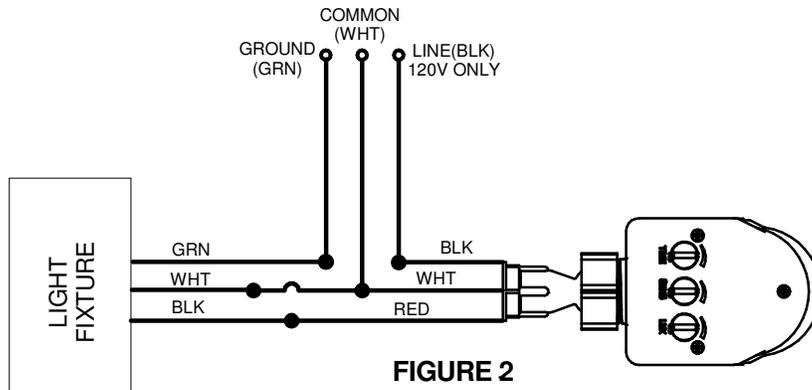

FIGURE 2
3. Assurez-vous que toutes les connexions de câblage nécessaires selon le schéma de câblage (FIGURE 2).